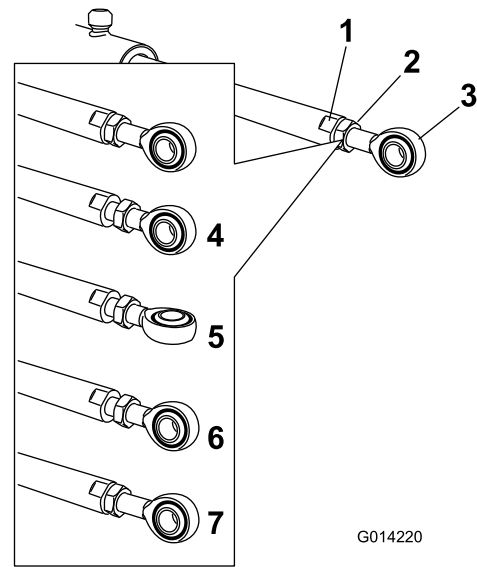

Figure 59
5. Placez une clé sur les méplats de la tige de vérin pour l'immobiliser, puis desserrez l'écrou de blocage pour pouvoir ajuster la tige à œillet (Figure 59).
6. Tournez la tige à œillet dans la tige du vérin pour raccourcir ou allonger le vérin déployé à la position voulue (Figure 59).